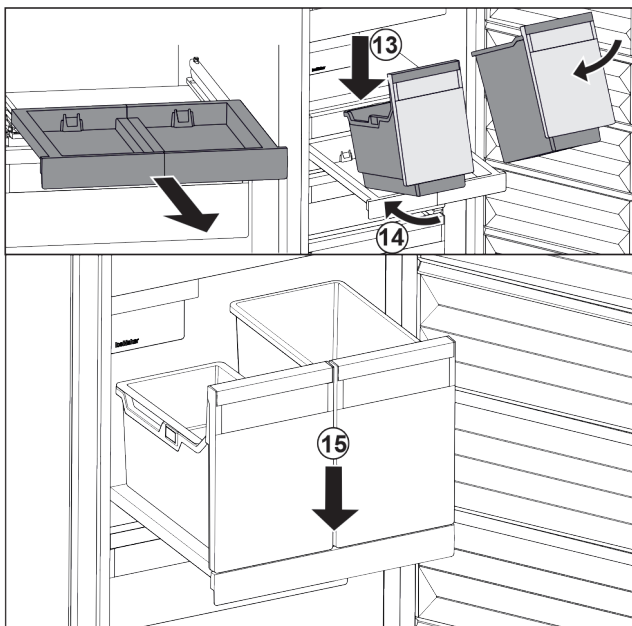

Fig. 106
- Bak schuin op het uitschuifplateau plaatsen. Fig. 106 (13)
- Bak er schuin naar achteren inschuiven. Fig. 106 (14)
- Bak aan voorzijde neerzetten. Fig. 106 (15)